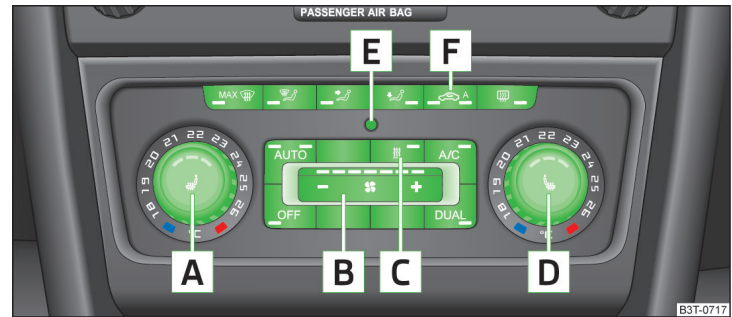

Abb. 125 Climatronic: Bedienungselemente
Funktionen der einzelnen Bedienungselemente » Abb. 125:
- Die Taste **AUTO** » Abb. 125 auf Seite 117 drücken.
- Den Drehregler **A** » Abb. 125 auf Seite 117 nach links bzw. rechts drehen, um die Temperatur zu senken bzw. zu erhöhen.
- Den Drehregler **D** » Abb. 125 auf Seite 117 nach links bzw. rechts drehen, um die Temperatur zu senken bzw. zu erhöhen.